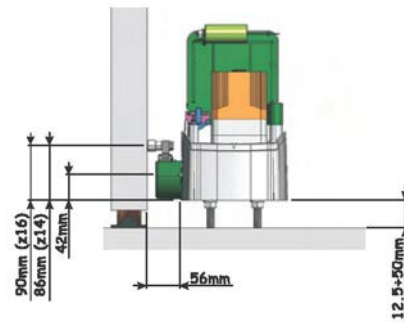

Fig. 10
2. Poneți înălțimea picioarelor și distanța porții conform Fig. 10,